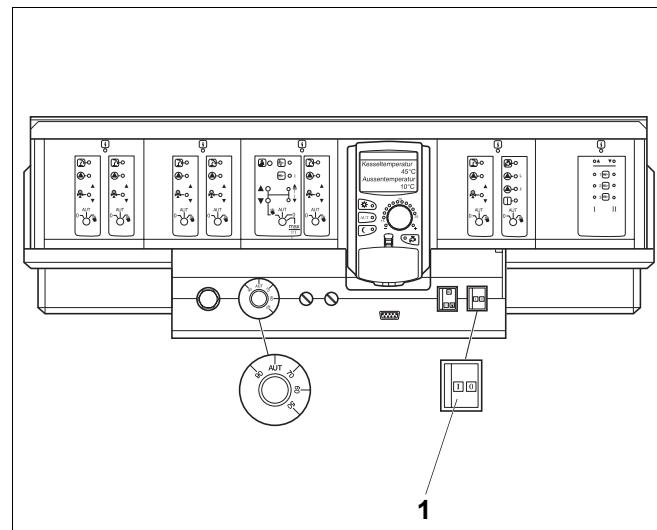

Рис. 38 Система управления Logamatic 4000
- Переведите пусковой выключатель (рис. 38, **поз. 1**) в положение "0" (ВыКЛ), на установке с двумя котлами – на двух системах управления.
- Если установка с двумя котлами подключена к подходящей для этого системе отвода дымовых газов, то в летний период она может работать только с одним котлом. На котле 2 переведите пусковой выключатель (рис. 38, **поз. 1**) в положение "0" (ВыКЛ).